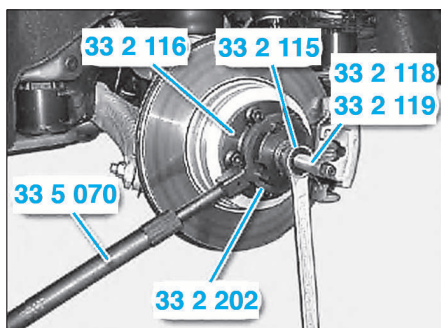

FIG. 16
- visser l'outil 33 2 116 sur le moyeu avec trois boulons de roue (Fig.16).